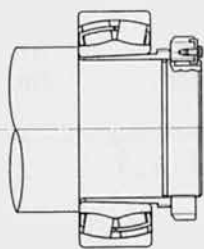
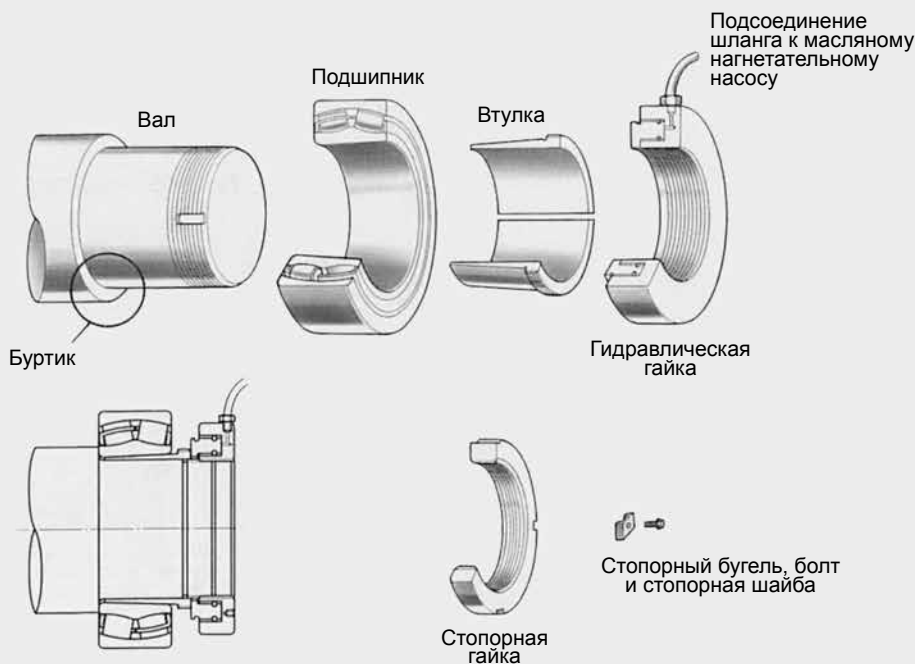

Рис. 6.17 Вид в собранном состоянии
Рис. 6.18 Способ гидравлической гайки
2) Способ гидравлической гайки (Рис. 6.17 и Рис. 6.18)